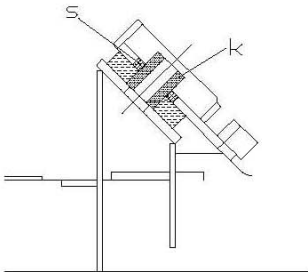
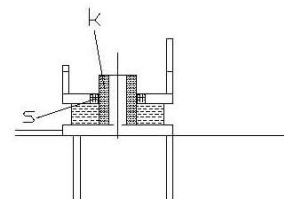

図9
図10
- 7.カラー(k)4ヶ所、新小マウント(s)4ヶ所を取り付ける。・・・図9、図10